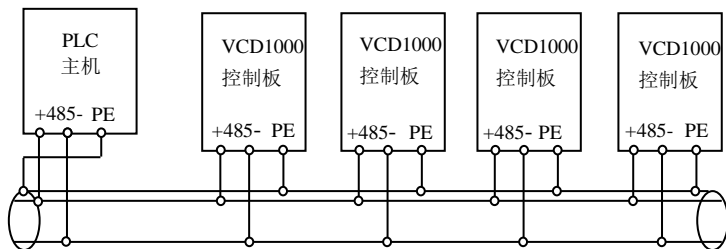
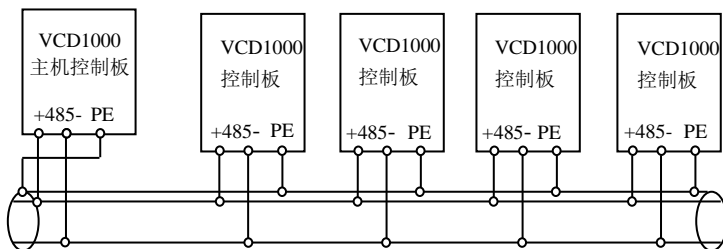

图 3-12 PLC 与变频器多机通信时的接线图(变频器、电机全部良好接地)
图 3-13 变频器多机通信时的接线图(变频器、电机全部良好接地)
- (3) 多台变频器可通过 RS485 连接在一起, 由 PLC (或上位机) 作主机控制, 如图 3-12 所示, 也可以其中一台变频器作主机, 其它变频器作从机, 如图 3-13 所示。随着连接台数的增加, 通讯系统越容易受到干扰, 建议按如下方式接线: